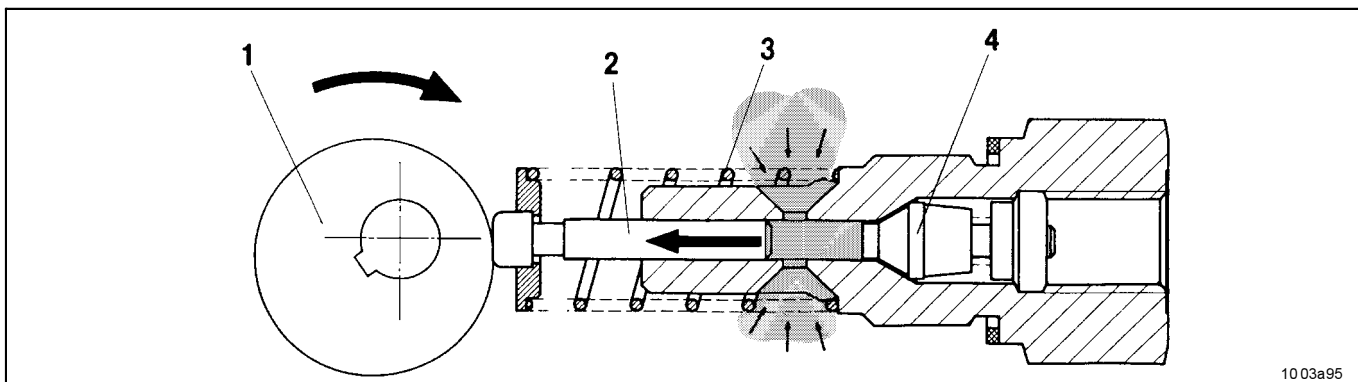

Fig. 2-2 El elemento de bomba aspira
- El motor eléctrico inicia el árbol de excéntrica 1 (fig. 2-2 y 2-3).
- el pistón 2 aspira el lubricante desde el depósito (fig. 2-2).